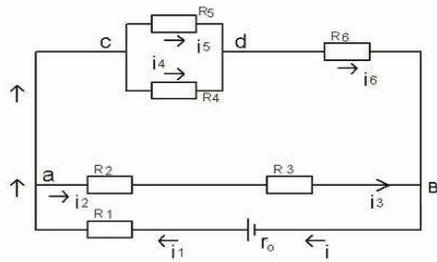

рис. 1
2. В схеме, приведенной на рис. 1, известны параметры источника и резисторов. Определить величину токов, протекающих через резисторы. Проверить решение задачи составлением баланса мощностей.
Напряжение  $U_{cd}$  (схема рис. 1):  $U_{cd} = I_{456} \cdot R_{45} = 1 \cdot 20 = 20 \text{ В;}$